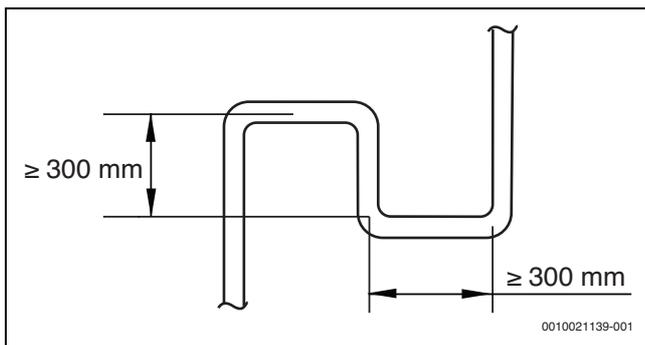

Рис. 6
- ▶ Когда наружный блок находится выше внутреннего блока и разница уровней превышает  $20 \text{ м}$ , рекомендуется, чтобы патрубок обратной линии масла устанавливался с интервалом  $10 \text{ м}$  на газовой трубе главного трубопровода. Рекомендуемые спецификации обратного патрубка масла показаны на рис. 6.